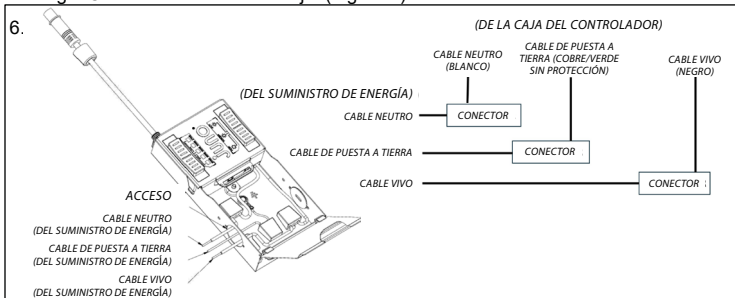

Figura 2
■ Conecte el cable negro al cable vivo, el cable blanco al cable neutro y el cable verde al cable de conexión a tierra (como se muestra) y asegúrelo utilizando el conector Wago. Cierre la cubierta de la caja. (Figura 2)